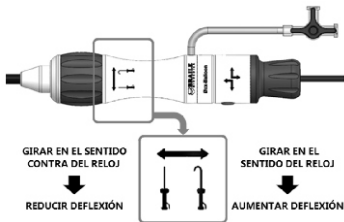

Figura 19:
- G.8. Compruebe la integridad del sistema de control de flexibilidad: gire completamente la rueda de control de flexibilidad ubicada en el mango, observando la deflexión de la vaina desviable. Después de comprobarlo, devuelva la rueda a la posición inicial. Observe las marcas de la rueda para verificar la orientación correcta para girarla, como se muestra en la Figura 19.